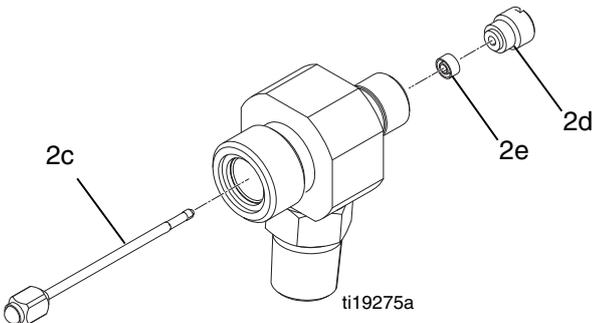

FIG. 10
7. Extraiga la aguja (2c). Desenrosque el retén del sello (2d) y luego quite el sello (2e). Consulte la FIG. 10.